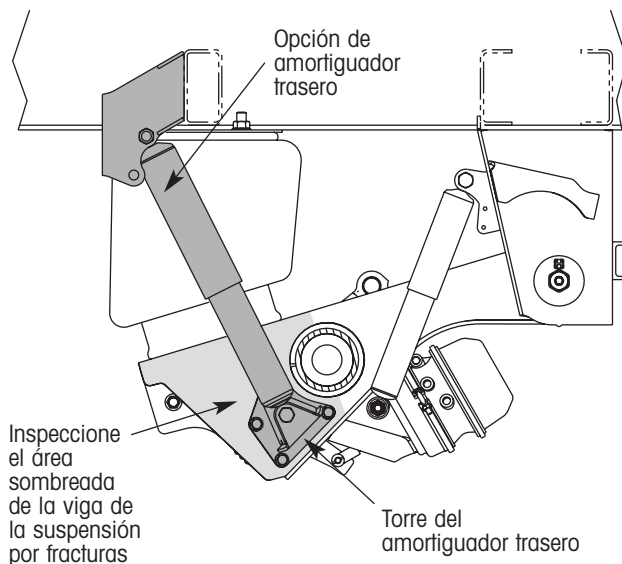

Figura 2. Inspeccione la superficie interna de la viga de la suspensión
1. Inspeccione la superficie interna de cada viga de la suspensión por fracturas (figura 2). Ponga mucha atención al área atrás del eje y cerca de la torre del amortiguador trasero (figura 2).